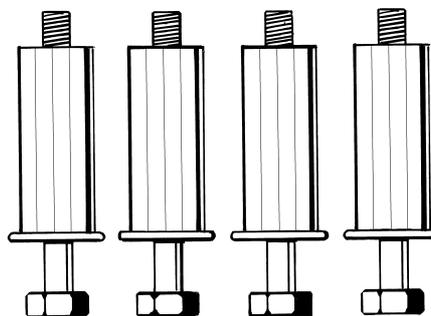

Fig. 1
**Avant de mettre l'appareil en service, il faut OBLIGATOIREMENT retirer le bridage de transport (voir la Fig. 1).**